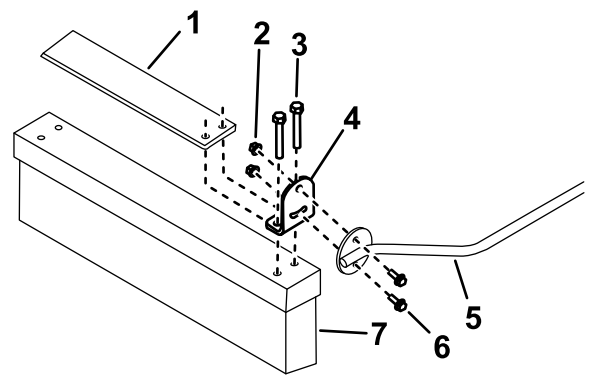

Figura 7
2. Montate un'aletta per la spazzola a ogni estremità della spazzola stessa con 2 viti lag (5/16" x 1 1/2"). Posizionate le alette come illustrato nella Figura 7.
3. Fissate un'asta per la spazzola su ogni aletta della spazzola stessa con 2 bulloni a testa flangiata (1/4" x 3/4") e dadi flangiati (1/4") come mostrato nella Figura 7.